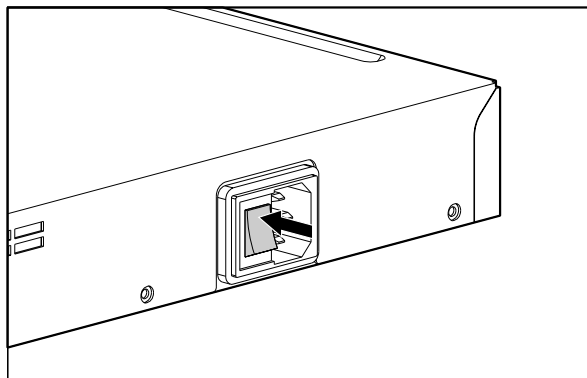

Figure 27 : Interrupteur sur Off
1. Assurez-vous que l'interrupteur est sur Off (reportez-vous à la Figure 27).